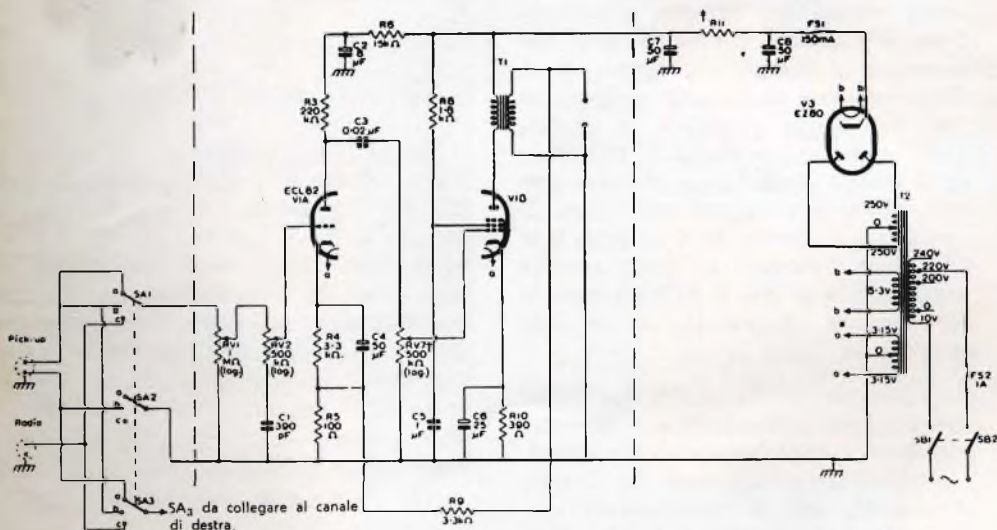

Fig. 5 - Schema elettrico del circuito dell'amplificatore stereofonico da 2 W (è indicato soltanto il canale di sinistra).
Nella fig. 5 è riportato lo schema del circuito di un amplificatore stereofonico bicanale che, pur avendo un limitato numero di componenti, offre una riproduzione di discreta qualità. La parte compresa entro le due linee verticali tratteggiate è relativa al canale di sinistra e dovrà essere ripetuta identicamente per il canale di destra. La restante parte dello schema è comune ai due canali. Per ciascuno di essi viene impiegata una valvola tipo ECL 82, della quale la sezione triodo è utilizzata come amplificatrice di tensione e la sezione pentodo come amplificatrice di potenza. La tensione anodica per i due canali è fornita da un alimentatore equipaggiato con una raddrizzatrice per due semionde EZ 80.
I terminali d'ingresso dei due canali sono collegati col selettore a tre vie SA. Le posizioni indicate in fig. 5 offrono le seguenti possibilità di utilizzazione:
- c) riproduzione monoaurale a due canali con prelievo del segnale da un sintonizzatore a modulazione di frequenza. I morsetti d'ingresso della fig. 5 sono predisposti per la riproduzione monoaurale. Se il contatto **c** di SA₃ viene collegato, anziché al contatto omonimo di SA₁, al morsetto d'ingresso (che è collegato a massa in fig. 5; « radio »), il circuito può essere utilizzato per la riproduzione di trasmissioni stereofoniche. Se ancora lo stesso contatto **c** di SA₃ è messo a massa, si può